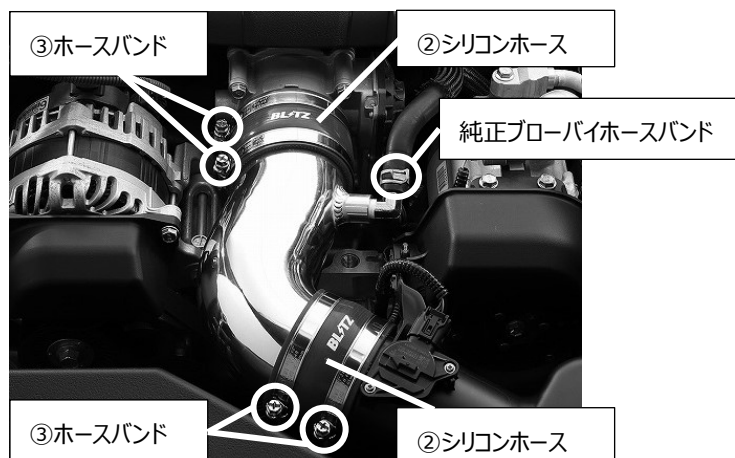

図 3
- 2) 付属の②シリコンホースと③ホースバンドを使用し、図 3 を参考に①サクションパイプを仮合わせして下さい。